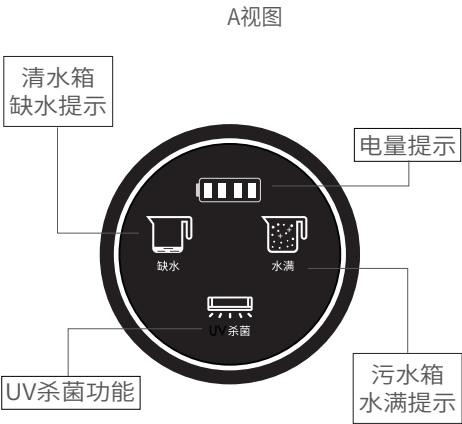
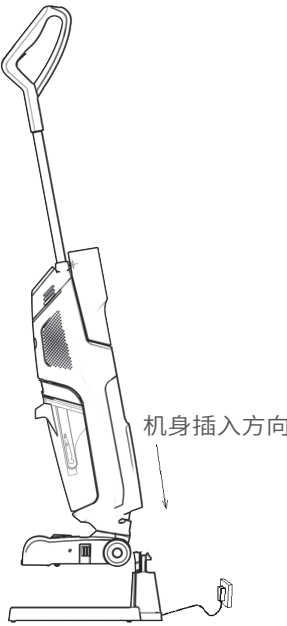

图5-2
图5-3
- 2.把整机按(图5-3)所示放入充电座组件,此时机身显示板电量提示灯亮,机器进入充电状态,电量提示灯全部关闭时充电完成(图5-2)。清洁完成后,将使用后的机器放入充电座上,确保清水箱水量足够,按下自清洁功能键,设备进入自清洁模式,30秒钟完成清洗和甩干,然后自动停止。